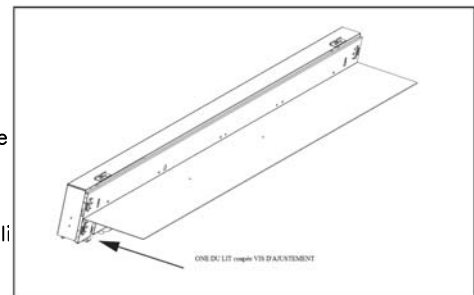

Figure 8
4. Prendre le boîtier. Orienter le boîtier et les trous de vis de montage vers le haut et orienter l'interrupteur vers le bas (voir figure 8).
3. Retirer la lentille inférieure du boîtier et retirer les lampes retrouvées dans le logement inférieur des lampes. Repérer les deux vis d'ajustements d'interrupteur de fermeture à partir du lit aux deux extrémités du logement inférieur des lampes (voir figure 8).